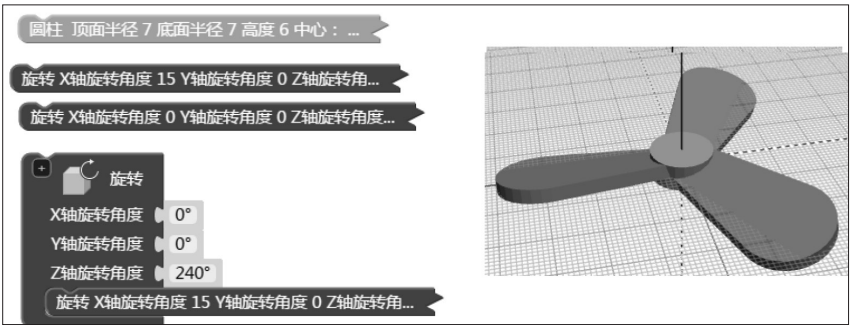

图6
(2) 当叶片数量为3时, 需要另外复制2片叶片, 并且将第一片叶片围绕Z轴旋转 $360 \div 3 \times 1 = 120$ 度, 将第2片叶片围绕Z轴旋转 $360 \div 3 \times 2 = 240$ 度 (如图6)。